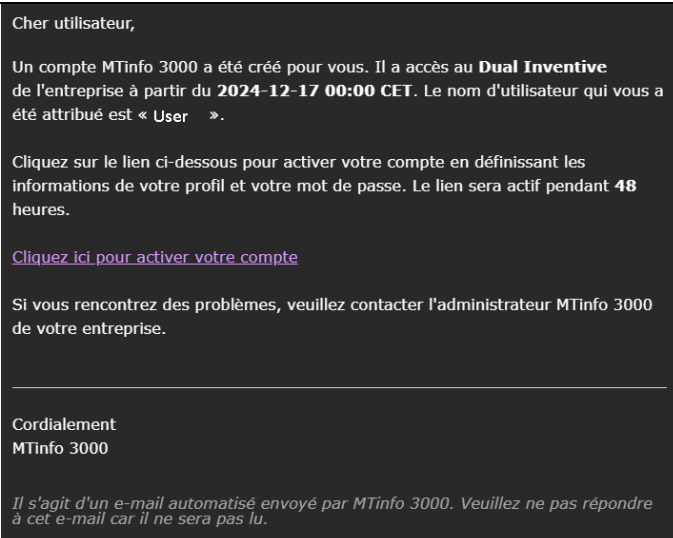

Figure 26 E-mail d'activation du nouvel utilisateur
1. Le nouvel utilisateur reçoit alors un **e-mail d'activation** avec un lien d'activation de compte (voir Figure 26). Ce lien ouvre la page **Configuration du compte** (voir Figure 27)